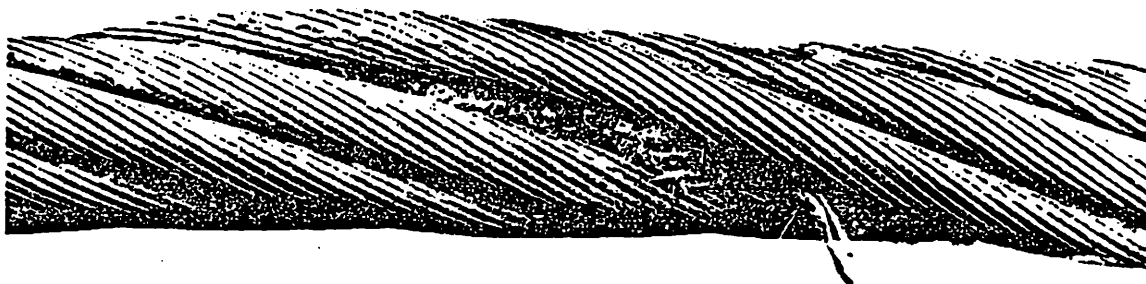

Bild 5. Drahtseil mit Knoten
**K n o t e n** (siehe Bild 5) sind über längere Seilstrecken wiederholt auftretende Verdickungen. An den verdickten Stellen tritt häufig die Einlage aus dem Drahtseil heraus. An den dünnen Seilstellen stützen sich die Litzen gewölbeartig gegeneinander ab, wodurch Drahtbrüche entstehen können.